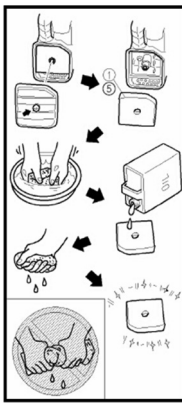

Abb. 1
1. Öffnen Sie den Luftfilterdeckel (Abb. 1 für Modelle KSB 21i, KSB 35i; Abb. 1, 2 für Modelle KSB 21i S, KSB 31iE S).